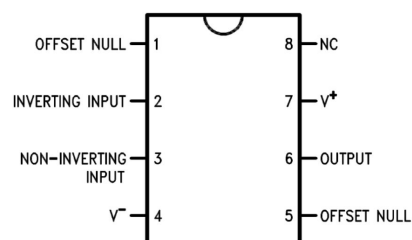

Figure 64 – Brochage de l'AO
- ✘ L'AO est une puce électronique à 8 bornes dont le brochage est donnée figure 64 :